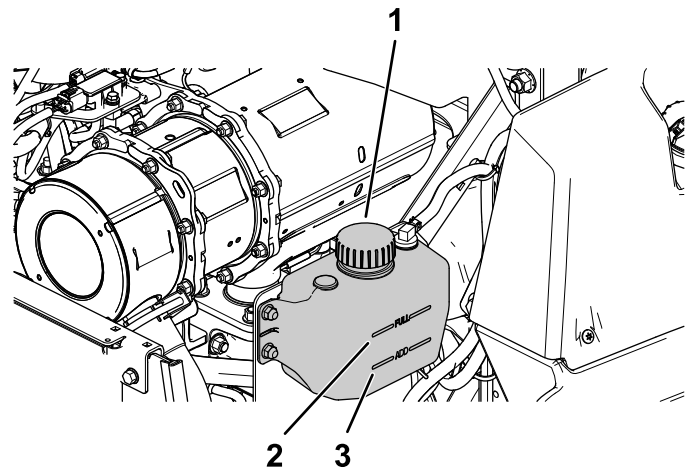

Figure 55
4. Vérifiez le niveau du liquide de refroidissement dans le vase d'expansion (Figure 55).
5. Si le niveau du liquide de refroidissement est trop bas, enlevez le bouchon du vase d'expansion et faites l'appoint de liquide spécifié (Figure 55).